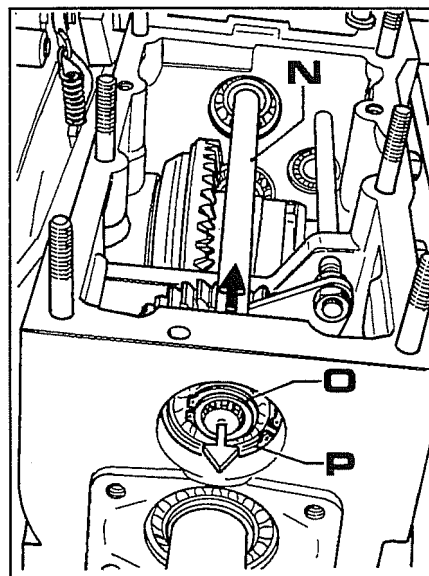
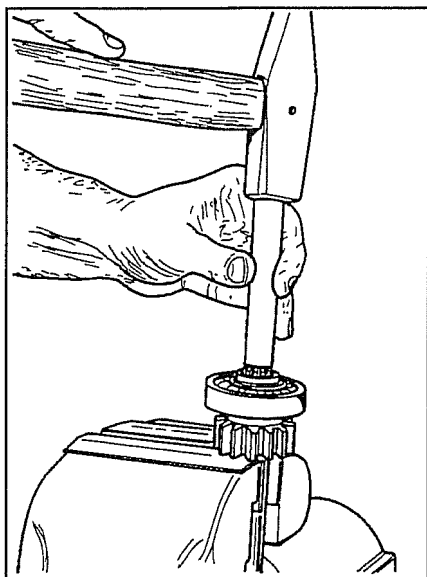
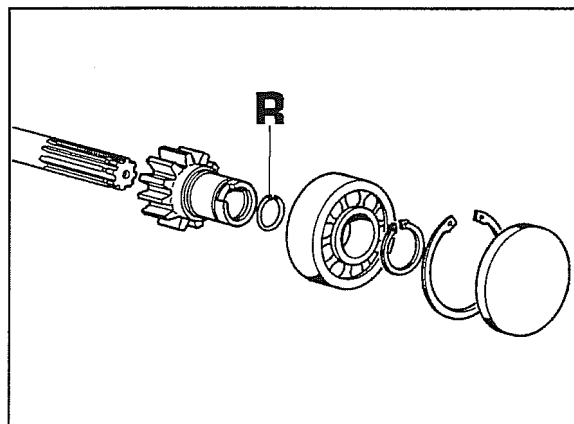

Fig. 12
Fig. 13
Fig. 14
2. Com tomada de força a 2000 rotações, retirar o eixo **N** fig. 12 para a frente avante segundo o sentido indicado pela flecha preta e a seguir o Seeger **O** para retirar a engrenagem do casquilho.
Com tomada de força a 1000 rotações, retirar o Seeger **P** fig. 12.
Extraír para atrás, segundo o sentido indicado pela flecha branca da fig. 12, o eixo **N** completo de casquilho e engrenagem e depois retirar o eixo da engrenagem tal como ilustrado na fig. 13.
**Nota** - Na operação da fig. 13 pode-se notar a presença de um anel elástico (**R** fig. 14) entre o eixo e a engrenagem. No momento da extracção, este anel alarga-se no alojamento da engrenagem consentindo a saída do eixo.